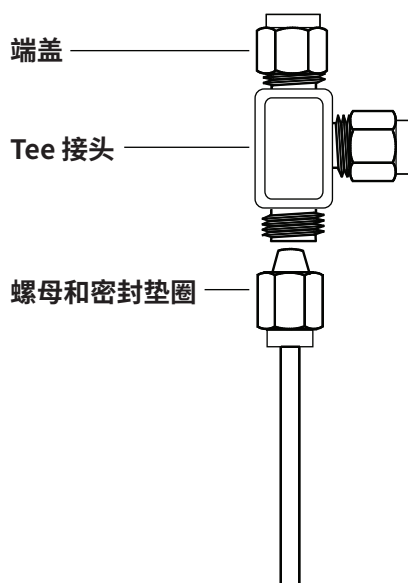

图 21. Swagelok Tee
- 1 在要安装 Tee 的位置切割管线。使用 Swagelok（接头套管）接头连接管线和 Tee。请参见图 21。